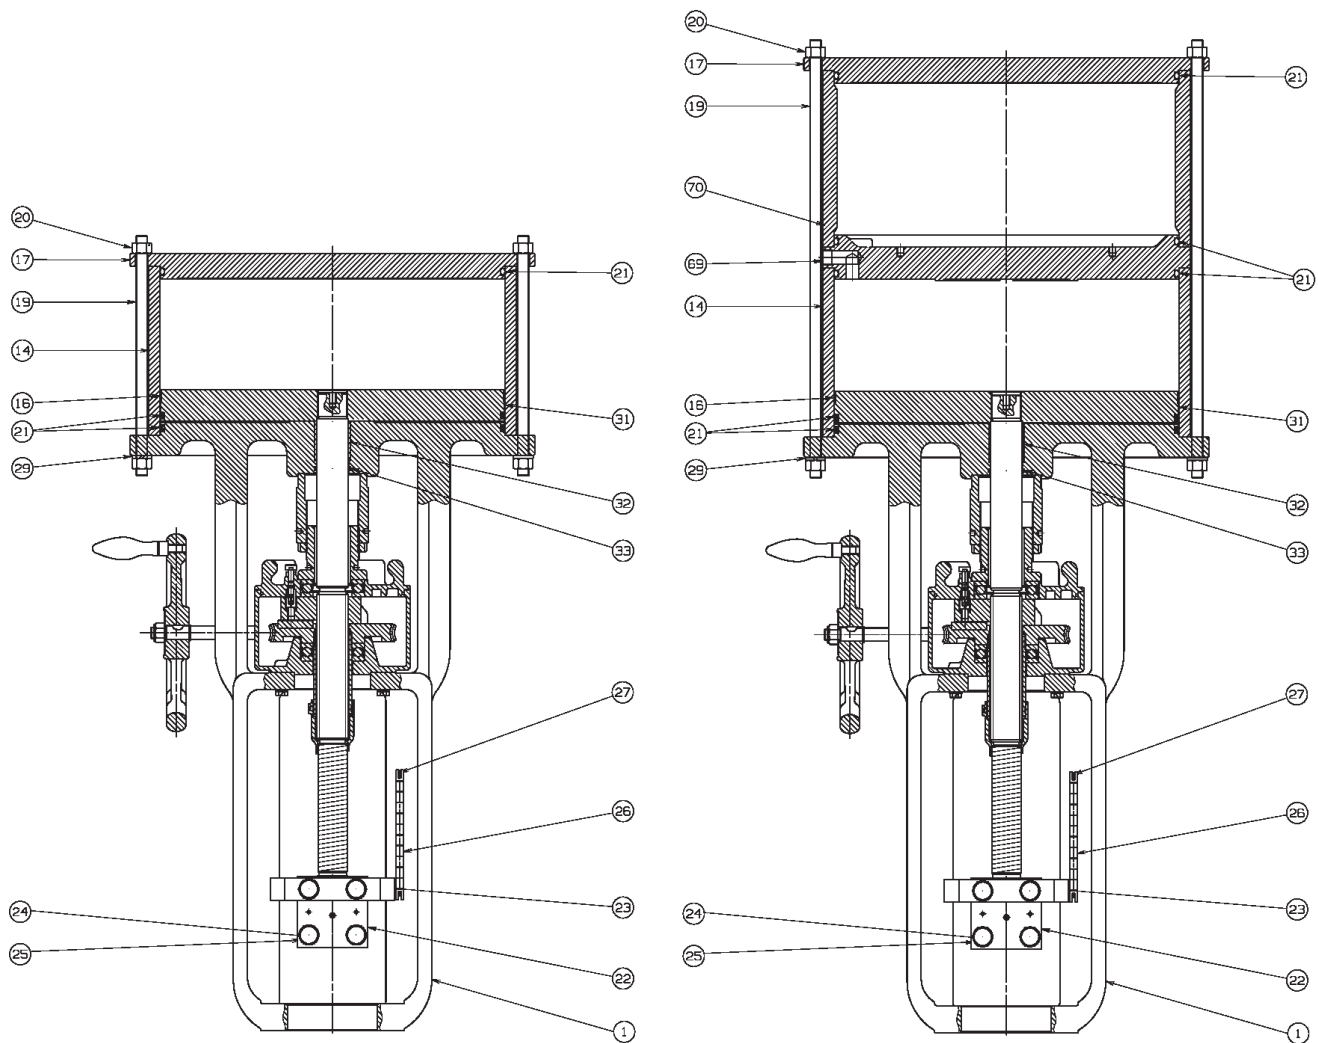

Abbildung 7 – Modell 51 mit Handrad, mit/ohne Volumenbehälter
2. Trennen Sie die Luftleitung von der oberen Platte (17) und dem Joch (1) und stellen Sie sicher, dass kein Luftdruck im Zylinder vorhanden ist (Abbildung 7 und Abbildung 8).
2. Schließen Sie die Druckluftzufuhr zum Stellantrieb und nehmen Sie den Betriebsdruck vom Ventil weg, um eine Ventilkegelbewegung zu verhindern (Abbildung 7 auf Seite 19).
3. Trennen Sie die Druckluftleitungen von der oberen Platte (17), der Trennplatte (69) und prüfen Sie den Luftdruck im Zylinder.
4. Entfernen Sie die Sechskantmutter (20), die Federringe (29) und die Mittelbolzen (19).
- **Mit Volumenbehälter:** Entfernen Sie die obere Platte (17), das Volumenbehälterrohr (70), die Trennplatte (69), das Zylinderrohr (14), die O-Ringe (21) und den Führungsring (16).
- **Ohne Volumenbehälter:** Entfernen Sie die obere Platte (17), das Zylinderrohr (14), die O-Ringe (21) und den Führungsring (16).
- **Mit Doppelkolben:** Entfernen Sie die obere Platte (17), die obere Zylindermutter (20), den Federring (6), die obere Kolbenplatte (31), die Trennplatte (69), das untere Zylinderrohr (14), die O-Ringe (21) und den Führungsring (16).
6. Lösen Sie die Stellschraube (55) im Adapter (54) und schrauben Sie den Adapter (54) vom Distanzrohr (5) ab.
7. Entnehmen Sie die Kolbenbaugruppe (31).